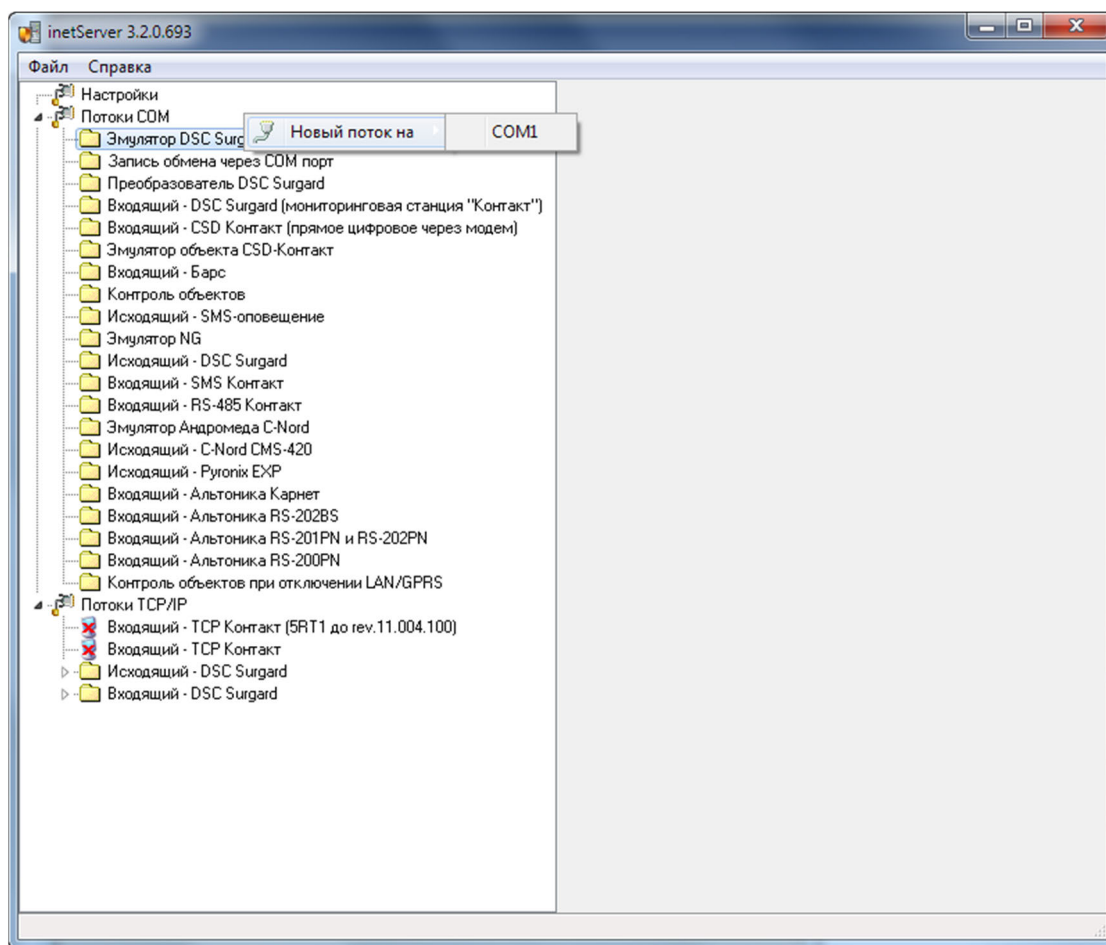

Рисунок 56
- в появившемся контекстном меню требуемый COM-порт, к которому подключено оборудование (Рисунок 56);